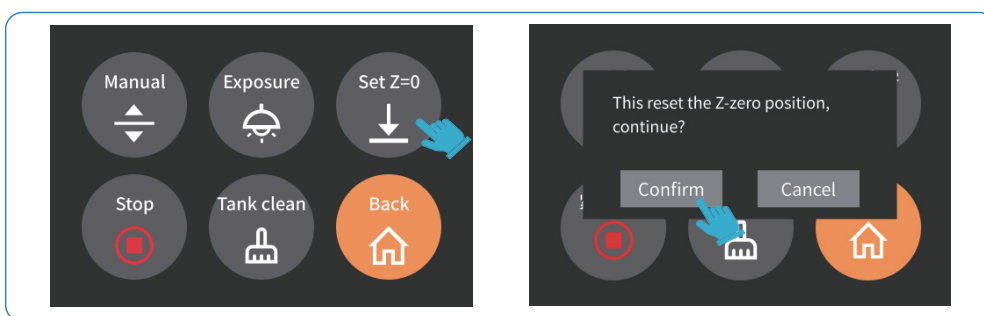

Figura 10
4. Reveniți apoi la meniul anterior și atingeți **Set Z=0**. În fereastra de confirmare, atingeți **Confirm**. Poziția actuală a axei Z se salvează astfel ca nouă înălțime de pornire a primului strat imprimat (vezi Figura 10).